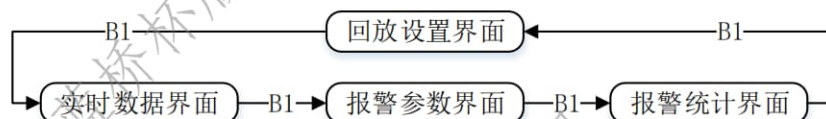

图 7 LCD 界面切换模式
- 1) B1: 定义为“界面”按键, 按下 B1 按键可以往复切换实时数据、报警参数、报警统计和回放设置四个界面, 切换模式如图 7 所示。